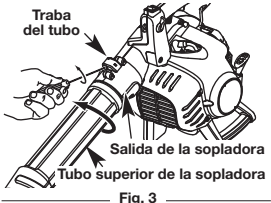

Fig. 3
2. Inserte un destornillador de cabeza plana en el cierre del tubo. Gire el destornillador 1/4 de vuelta en sentido contrario a las agujas del reloj y déjelo ahí (Fig. 3).
3. Sujete el tubo superior de la sopladora y gírelo en sentido contrario a las agujas del reloj (Fig. 3).